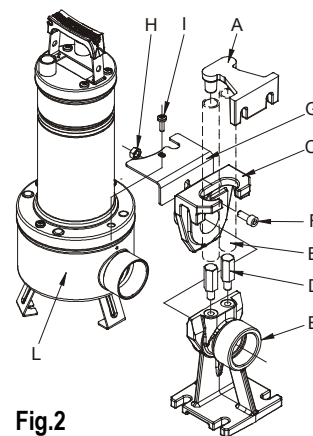

Fig.2
- 4.6 Empalmar el tubo/manguito de impulsión directamente en la boca de la bomba. De utilizarse la bomba en instalaciones fijas, es conveniente empalmarla a la tubería por medio de racor, para facilitar su desmontaje y reinstalación. Si se emplea un manguito, montar en la boca de la bomba un racor portagoma roscado. Poner en la rosca material adecuado para garantizar la efectiva estanqueidad (cinta de teflón o afines). Para las instalaciones fijas se aconseja utilizar el dispositivo de izado DSD2 (disponible sobre demanda - Fig.2), con el fin de facilitar así las operaciones de mantenimiento de la electrobomba. Se insertará entre la boca de impulsión de la electrobomba y la tubería para evitar, en las operaciones de mantenimiento, tener que desmontar el tubo de impulsión. El dispositivo DSD2 está constituido por 8 piezas, más una no suministrada (tubos de 3/4”).
Extraer la corredera del pie de acoplamiento y empalmarla a la boca de impulsión de la bomba. Fijar la corredera a la bomba como se indica en la figura, por medio del tornillo ( F ) y de la tuerca ( H ). Volver a colocar el conjunto corredera/bomba en el pie (Fig.2)